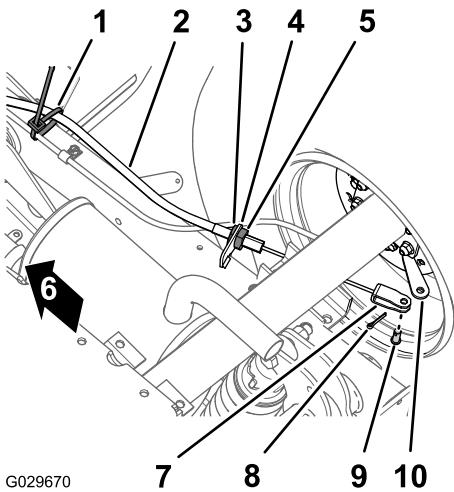

Figura 41
1. Na parte inferior da máquina, retire a braçadeira que prende o cabo do travão de estacionamento à linha do travão de serviço (Figura 41).
2. Marque a faixa de rotação na porca de bloqueio dianteira para o cabo do travão de estacionamento (Figura 41).
3. Desaperte a porca de bloqueio traseira e retire o cabo do suporte do cabo dos travões (Figura 41).
4. Retire o contrapino e o passador de forquilha que prendem a forquilha para o cabo do travão de estacionamento à alavanca do atuador do travão e afaste o cabo da alavanca (Figura 41).
1. Passe o ajustador roscado do cabo do travão de estacionamento para o suporte do cabo do travão e a forquilha na alavanca do atuador do travão (Figura 41).
3. Alinhe o ajustador roscado do cabo do travão de estacionamento para o suporte do cabo do travão e aperte a porca traseira (Figura 41).